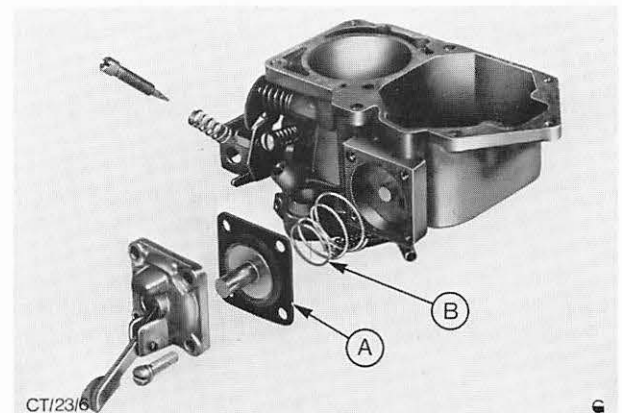

Abb. 46 Beschleunigerpumpe und Gemischregulierschraube
11. Beschleunigerpumpe kompl. anbauen, dabei muß der Konus der Rückdruckfeder nach außen zeigen. Abb. 46.